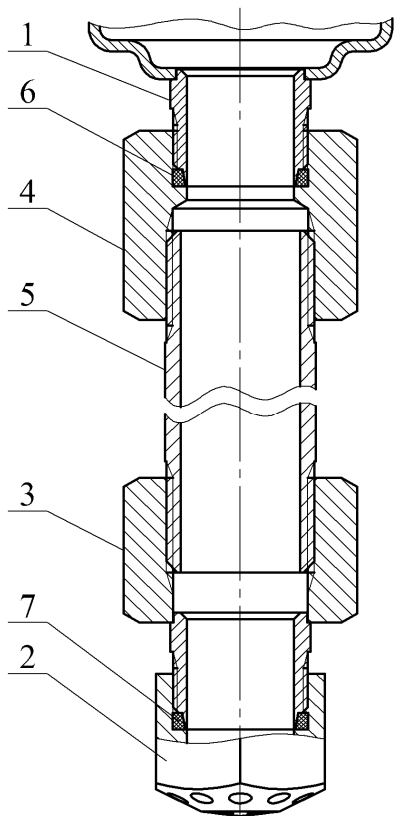

Рисунок 3
- ж) по заявке Потребителя (см. рисунок 3):
4.1.3 Для вывода насадка-распылителя в свободную зону через подвесной потолок типа Грильято, Армстронг и т.п. или его перемещения в рабочую зону эффективного пожаротушения при монтаже МУПТВ на потолочном перекрытии высотой более 9 м модуль может быть дополнительно укомплектован удлинителем, соединяющим выпускную горловину МУПТВ 1 с насадком-распылителем 2 (см. рисунок 3).